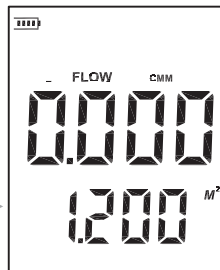

图4
- 按“VEL/FLOW”键转到“FLOW”状态模式，此时LCD屏幕显示如图4：
- 长按“AREA”键3秒，LCD上方4个数字会改变为1个见 图5，此时可输入风口面积，如1.2，先按“▲”键使最左边一位为1，然后按“●”小数点键，再按“►”移位键使LCD显示“1.0”，再按“▲”键使“0”变为“2”然后再按“►”移位键两次，使LCD显示“1.200”，最后按“►”移位键确认，此时LCD屏幕显示如图4：